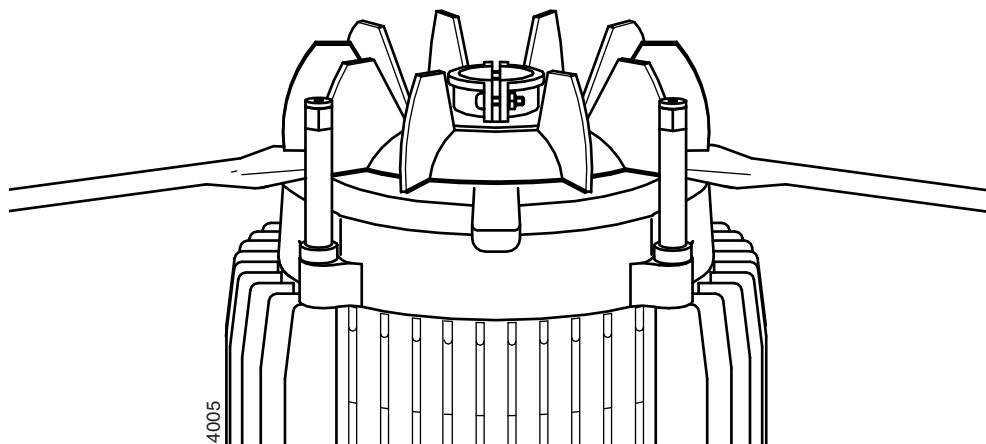

Рисунок 5: Демонтаж вентилятора охлаждения
- 3 Удалите вентилятор охлаждения (2420-2). Для электродвигателей мощностью 2,2 кВт и выше необходимо сначала отпустить два стопорных винта. После этого снимите вентилятор с вала при помощи двух широких отверток, см. рисунок 5.